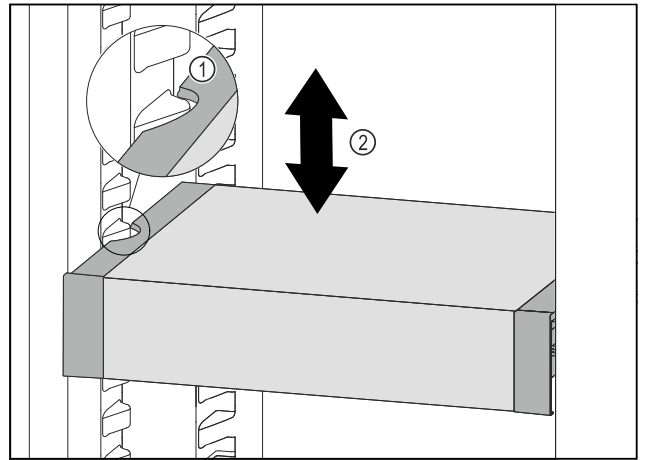

Fig. 133
- ▶ VarioSafe naar voren trekken tot de uitsparingen aan de zijkant van de VarioSafe zich ter hoogte van de rib in het koelgedeelte bevinden. Fig. 133 (1)
- ▶ VarioSafe in het koelgedeelte omhoog of omlaag bewegen tot de gewenste hoogte is bereikt. Fig. 133 (2)